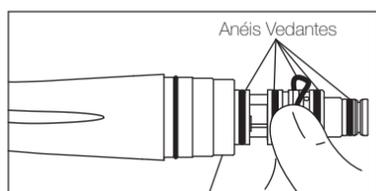

Fig. 10
- 2) Retire cuidadosamente cada anel vedante com o polegar (Fig. 10).